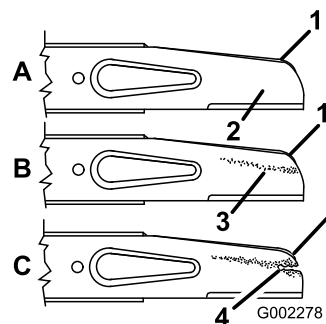

Figura 24
2. Îndepărtați urubul lamei, piulia de blocare, acceleratorul și lama (Figura 24).